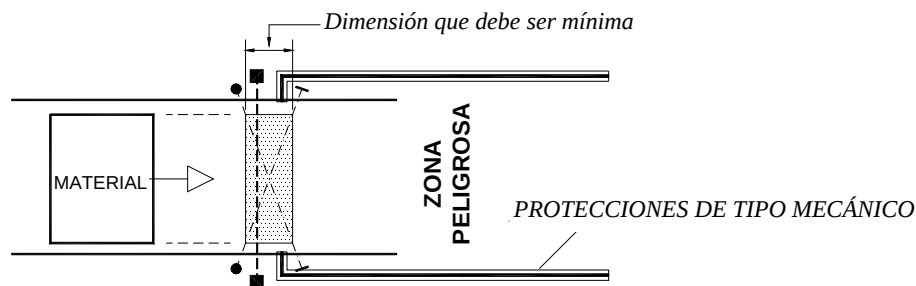

Figura 11
- la zona delimitada por los puntos de interceptación y de liberación de los haces de los sensores 1 y 2 por parte del palet **debe ser lo más limitada posible (o estar adecuadamente protegida)** para evitar que con el Muting activo la barrera pueda ser atravesada accidentalmente (Figura 11).